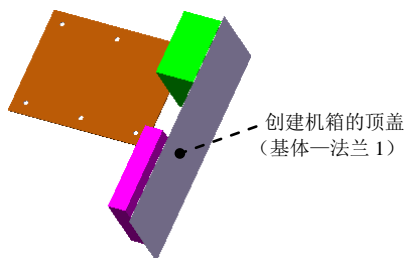

图 17.4.3 创建机箱顶盖
Step3. 创建图 17.4.3 所示的基体—法兰 1。
(1) 选择命令。选择下拉菜单 **插入(I)** → **钣金(B)** → **基体法兰(A)...** 命令。
(2) 定义特征的横断面草图。选取上步绘制的草图作为横断面草图。在草图工具栏中单击  命令, 退出草图环境, 此时系统弹出“基体法兰”对话框。
(3) 定义拉伸深度属性。采用系统默认的深度方向。在“基本法兰”对话框的 **钣金参数(S)** 区域中, 输入厚度值 0.5。在 **折弯系数(A)** 区域中的下拉列表中选择 **K 因子** 选项, 并在其文本框中输入 0.4。
(4) 单击  按钮, 完成基体一法兰 1 的创建。